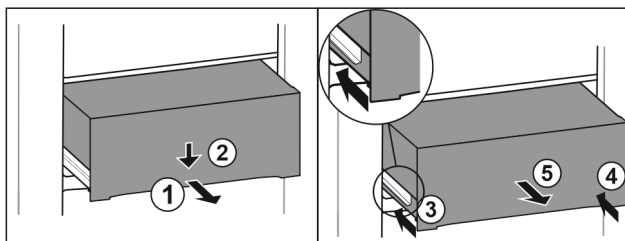

Fig. 108
- ▶ Zásuvku napůl vytáhněte. Fig. 108 (1)
- ▶ Stlačte zásuvku na přední straně dolů. Fig. 108 (2)
- ▶ Zasuňte levou kolejničku přibližně do 2 cm. Fig. 108 (3)
- ▶ Zasuňte pravou kolejničku přibližně do 2 cm. Fig. 108 (4)
- ▶ Vyjměte zásuvku dopředu. Fig. 108 (5)